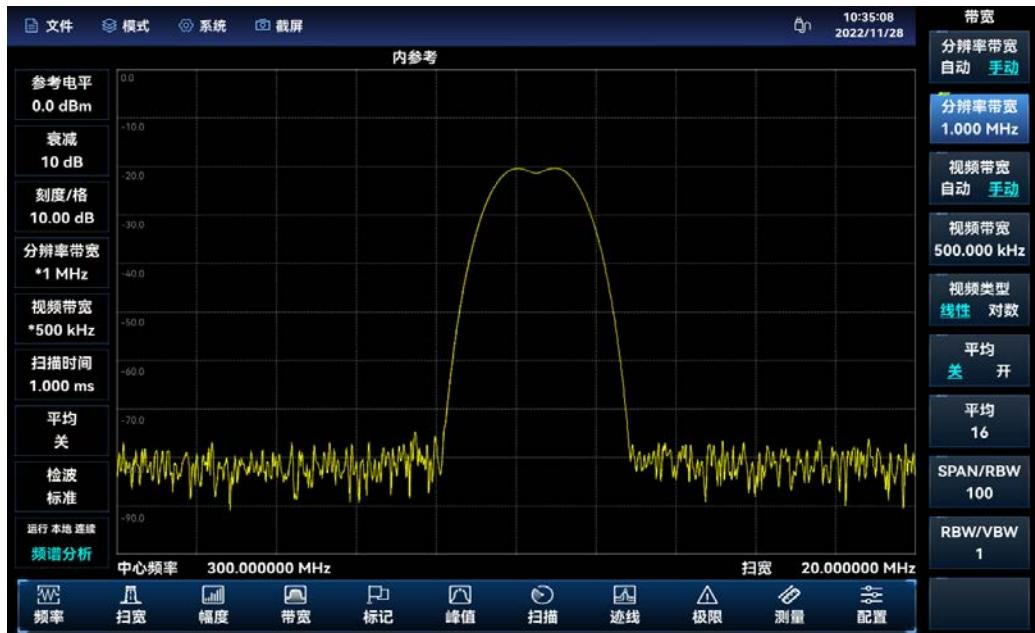

图 3.13 信号峰值变平坦
- 按【带宽】→[分辨率带宽 自动 手动]调整分辨率带宽为 1MHz，使分辨率带宽小于或等于两个信号的频率间隔。此时可以看到屏幕上信号峰值变平坦了，说明可能存在两个信号，如图 3.13 所示。